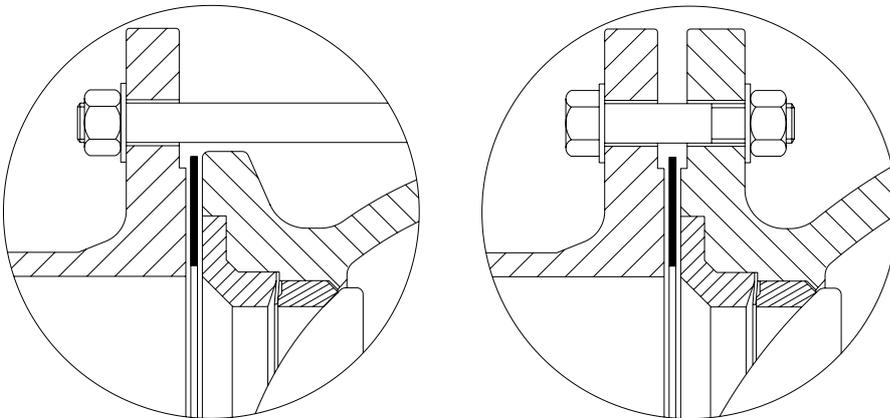

Fig.5-2 Joint
- Vérifiez que la vanne et les joints sont correctement centrés et que des joints de qualité correcte sont utilisés. La fonction d'étanchéité de la vanne dépend du joint du côté admission car il transmet la pression de la bride de connexion vers la plaque de protection (→ Fig. 5-2).